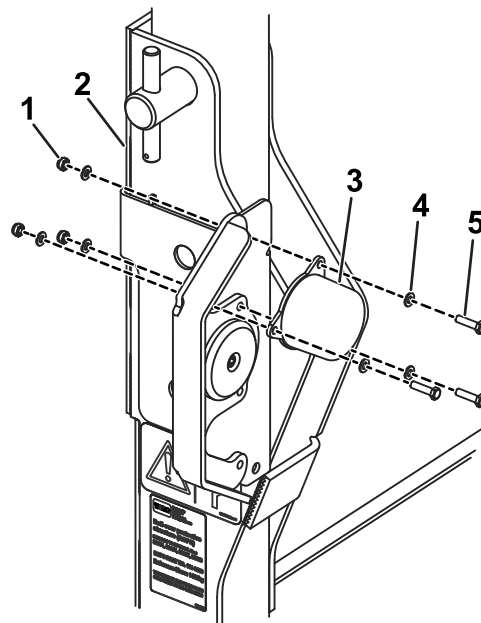

Figura 4
3. Instale la luz de freno trasera roja y el intermitente trasero ámbar en la parte trasera del protector del faro con 3 tornillos de cabeza hexagonal (M5 x 20 mm), 6 arandelas (M5) y 3 contratuercas (M5; Figura 4).